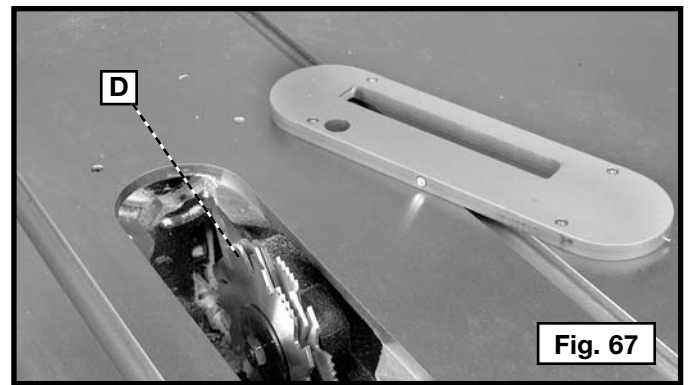
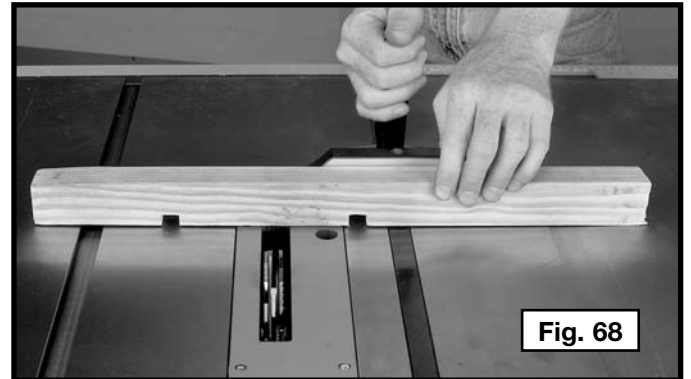

Fig. 67
Fig. 68
El corte a inglete (Fig. 67) es igual al corte transversal, excepto que el calibrador de inglete (C) está trabajo en un ángulo que no es 0 grados. Sostenga la pieza de trabajo firmemente contra el calibrador de inglete e introduzca el trabajo lentamente en la hoja para evitar que la pieza se mueva.
El corte transversal con bisel (Fig. 68) es igual al corte transversal, pero el ángulo del bisel se fija en una posición que no sea 0 grados.
Sujete el juego de cabezales para ranuras (D), Fig. 67, al eje de la sierra. Una operación típica del ranuras se muestra en Fig. 68